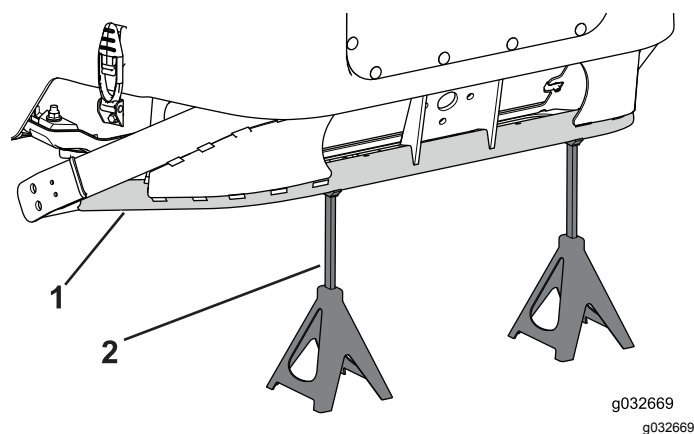

Рисунок 115
2. С помощью напольного домкрата приподнимите заднюю часть машины на достаточную высоту, чтобы установить летние колеса, и установите под раму подъемные опоры (Рисунок 115).
6. С помощью домкрата опустите летние колеса на землю и установите под заднюю часть рамы подъемные опоры (Рисунок 115).